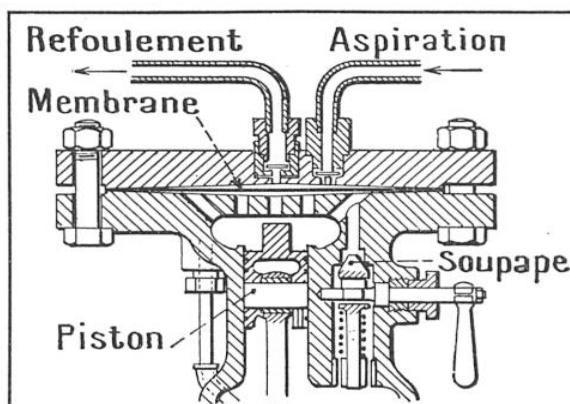

FIG. 10. — COMPRESSEUR A MEMBRANE
*Compresseur à membrane.* — Une membrane métallique *C* (fig. 10), emprisonnée entre deux plateaux *a* et *b*, évasés en cône, peut, sous l'action d'un piston à huile *h*, venir alternativement épouser le cône de *a* et le cône de *b*, aspirant ainsi les gaz par la soupape *e* et les comprimant par la soupape *f*. Ce mouvement est celui du compresseur à piston. Cet appareil supprime beaucoup de mécanisme ; il peut comprimer les